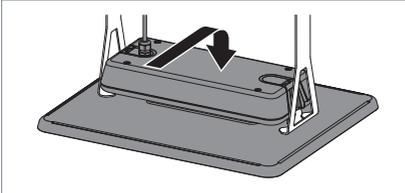

Fig. 4: Leuchte in Deckenhalterung einhängen.
- ▶ Hängen Sie die Leuchte in die Deckenhalterung ein, siehe Fig. 4.